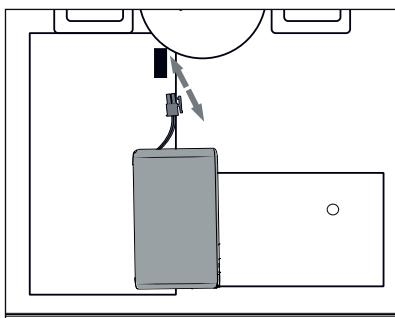

Fig. 17
- Débranchez le connecteur de la batterie (voir fig. 17 et 18) et sortez-le du compartiment à batterie.